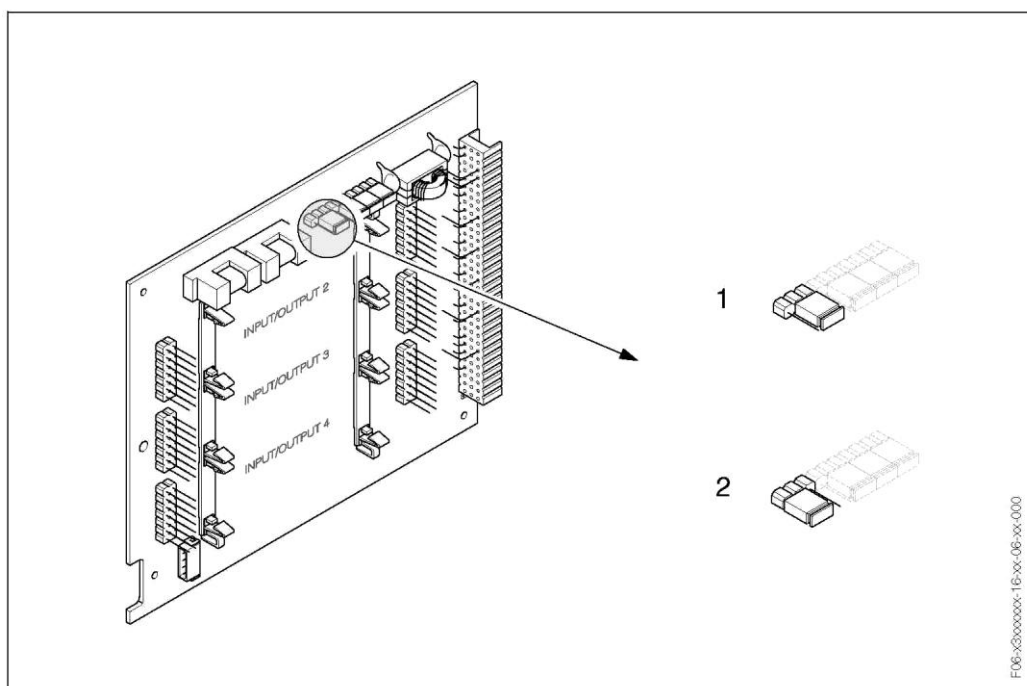

Рис. 28: Включение/выключение защиты от записи HART (плата ввода/вывода)
3. С помощью перемычки включите или выключите защиту от записи HART в зависимости от текущей необходимости (Рис. 28).